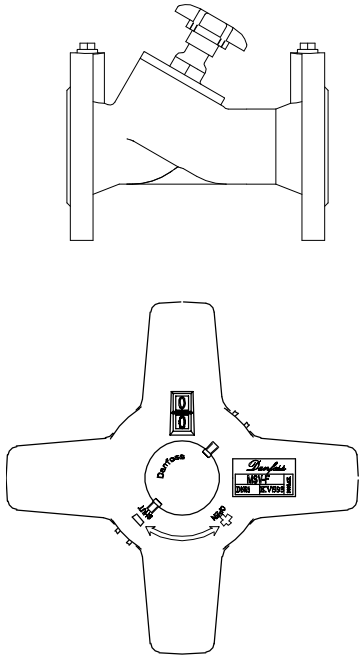

Fig. 1
- Положение штока у клапанов DN 15 – 150 мм отображается на двузначном оцифрованном лимбе (см рис.1);